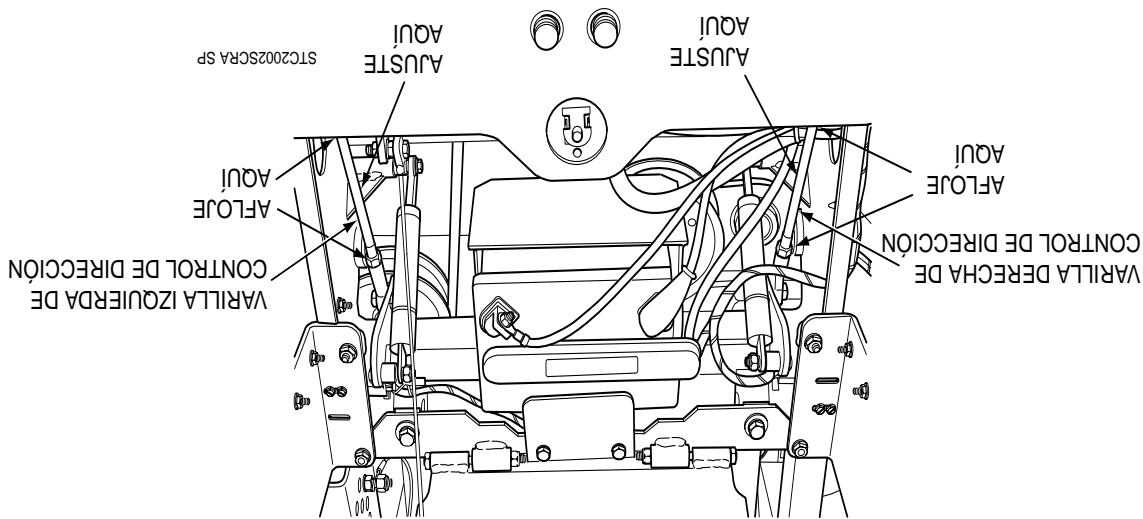

Figura 6-3. Ajuste de la varilla de control de dirección
- A. Detenga la máquina y coloque las palancas de control de dirección en la posición neutral. Afloje las tuercas de bloqueo que aseguran las juntas de rótula en cada extremo de la varilla de control de dirección del lado izquierdo. Gire la varilla de control para acortar la varilla y apriete las tuercas de bloqueo. Esto causará que la varilla de control golpee menos la bomba del lado izquierdo, disminuyendo la velocidad de la rueda de dicho lado. (Vea la Figura 6-3, página 26).
- A. Detenga la máquina y coloque las palancas de control de dirección en la posición neutral. Afloje las tuercas de bloqueo que aseguran las juntas de rótula en cada extremo de la varilla de control de dirección del lado derecho. Gire la varilla de control para acortar la varilla y apriete las tuercas de bloqueo. Esto causará que la bomba del lado derecho, golpee menos la bomba del lado derecho, disminuyendo la velocidad de la rueda del lado derecho. (Vea la Figura 6-3, página 26).
4. Ajuste la rueda derecha aflojando las contratueras en la varilla de control de dirección y gire la varilla hasta que la rueda motriz gire hacia adelante. Gire la varilla en sentido contrario hasta que la rueda motriz deje de moverse. Gire la varilla 1/2 vuelta adicional hacia atrás. (Vea la Figura 6-3).